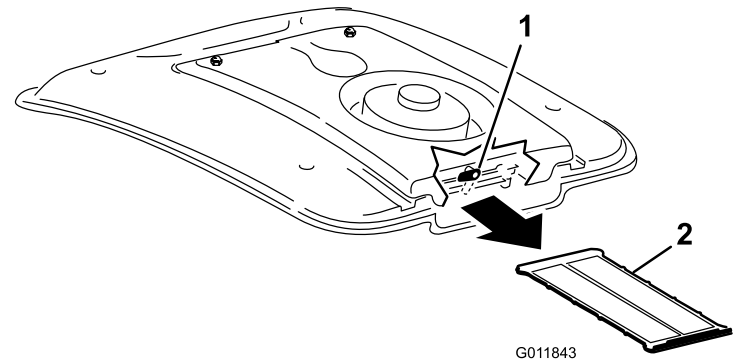

Figure 57
2. À l'arrière du support du ventilateur, tournez le verrou de côté (Figure 57).
3. Glissez le filtre de climatisation hors du serpentin (Figure 57).
4. Nettoyez soigneusement le filtre à l'air comprimé (Figure 57).